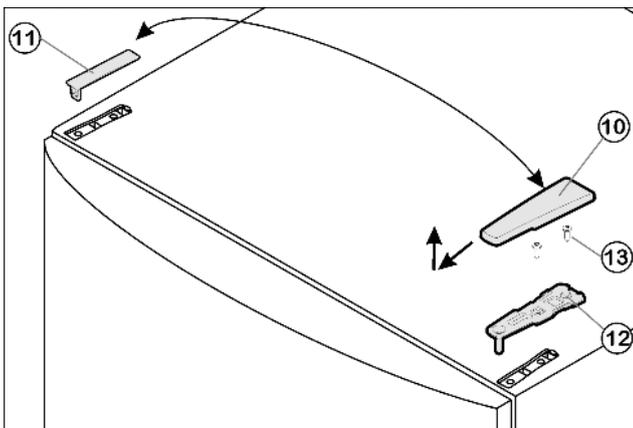

Fig. 4
- Потяните крышку Fig. 4 (10) вперед и вверх.
- Снимите крышку Fig. 4 (11).
- Открутите верхний опорный кронштейн Fig. 4 (12) (2 шт. Torx® 25) Fig. 4 (13) и вытяните вверх.
- ▶ Установите верхний опорный кронштейн Fig. 4 (12) на новой стороне шарнира и защелкните в дверце.
- ▶ Прикрутите верхний опорный кронштейн Fig. 4 (12) (**с моментом 4 Нм**) (2 шт. Torx® 25) Fig. 4 (13). При необходимости проделайте отверстия или используйте аккумуляторную отвертку.
- ▶ Защелкните крышку Fig. 4 (10) и крышку Fig. 4 (11) на противоположной стороне.